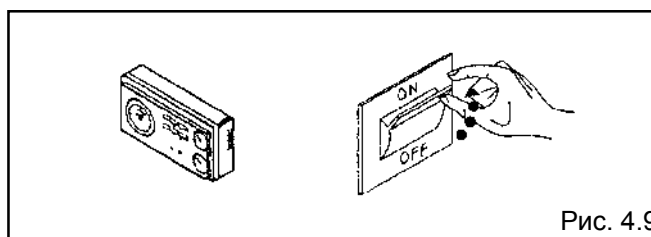

Рис. 4.9
- при размыкании и последующем замыкании контакта комнатного датчика и/или таймера (рис. 4.9).
- при выключении и последующем включении выключателя на панели управления (рис. 4.9);